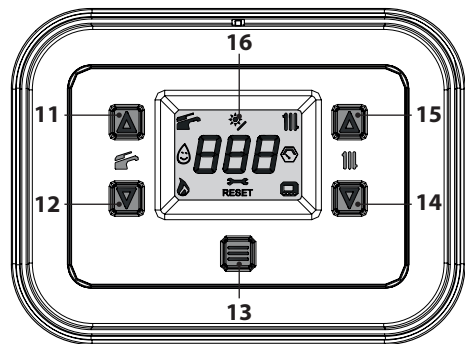
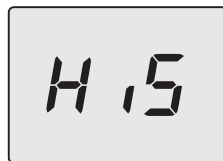
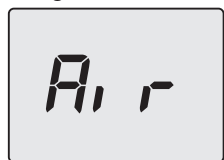
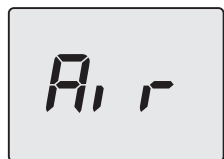

Figura 6.6
Figura 6.8
Figura 6.10
Figura 6.11
- Tenere premuto per 5 secondi il tasto 13 fino a far apparire sul display entrambe i simboli  e  (Figura 6.6).
- Entrare in "modalità programmazione" premendo contemporaneamente per 5 secondi i tasti 12 e 14 (Figura 6.6) fino a far apparire sul display LCD le lettere **HiS** che indicano il menu "Storico delle caldaie" (Figura 6.8).
- Premere il tasto 13 (Figura 6.6) per attivare la funzione. Il display visualizzerà quanto segue (Figura 6.10 e Figura 6.11).
- tenere premuti contemporaneamente i tasti 12 e 14 per 5 sec. (Figura 6.6) (ritorno al livello precedente).
- Spegnere la caldaia tenendo premuto per 5 secondi il tasto 13 (Figura 6.6) fino a far apparire sul display LCD il simbolo — — — (i trattini vengono accesi in sequenza per simulare uno scorrimento) (Figura 6.5).